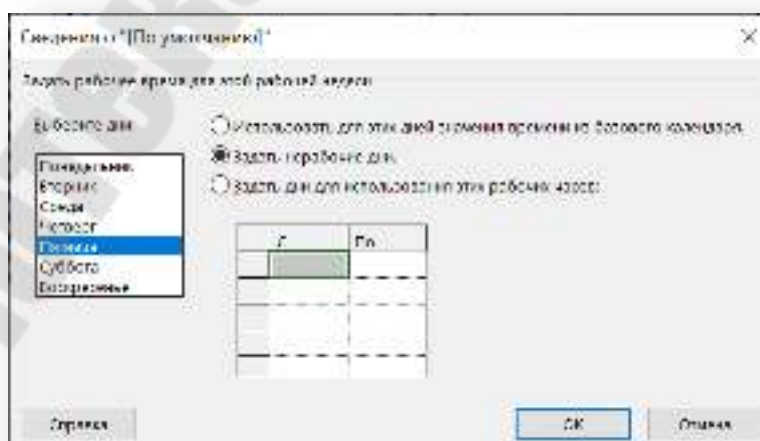

Рис. 2.29. Установка пятницы нерабочим днём
7. Откроется окно сведений о рабочей неделе (рисунок 2.29), в котором нужно выделить день недели Пятница и для него выбрать переключатель *Задать нерабочие дни*. Закрывать оба окна нажатием *Ок*. Результат – по пятницам *Постановщик* является выходным и в работах проекта не участвует.